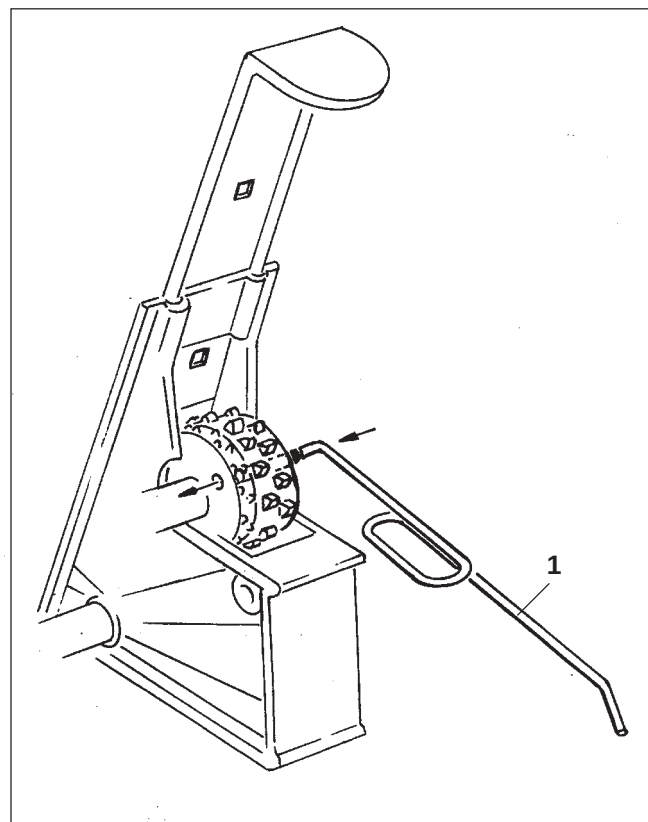

Рис. 7.2
- При помощи ключа (Рис. 7.2/1), входящего в комплект сеялки, воткните штифт, у каждой высевальной катушки для мелкозернистых культур. Затем проверьте соединение.